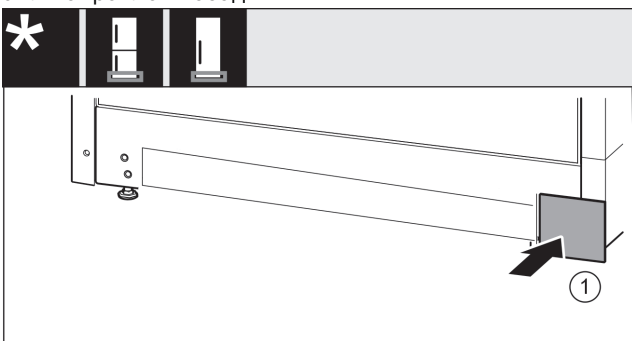

Fig. 16
- Снова установите крышку Fig. 16 (1) с другой стороны.